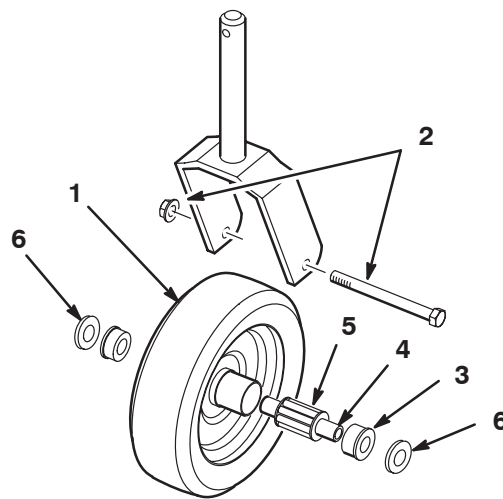

Fig. 25
1. Ta bort låsmuttern från huvudskruven som håller svänghjulsanordningen i hjulgaffeln (fig. 25). Fatta tag i hjulet och skjut av skruven från gaffeln.
2. Skjut ut rörbussningen ur hjulnavet (fig. 25).
3. Ta bort bussningen från hjulnavet och låt lagret falla ut (fig. 25). Ta bort bussningen från motsatta sidan på hjulnavet.
6. Skjut försiktigt in rörbussningen i bussningarna och hjulnavet (fig. 25).